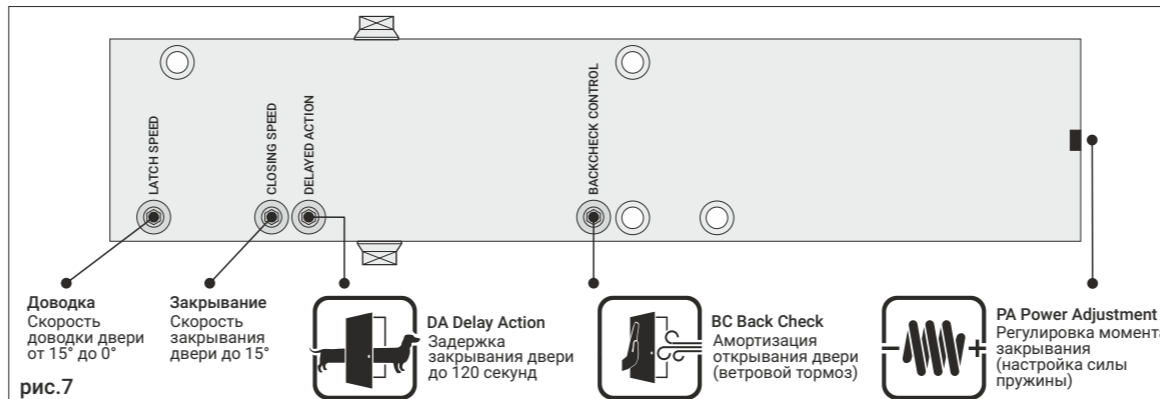
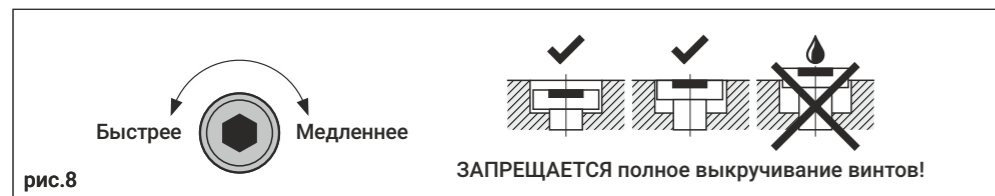

рис.7
рис.8
6. Отрегулируйте скорости «закрывания» и «доводки», не открывая дверь более, чем на 70°, рис.7. Поворот винта по часовой стрелке замедляет скорость, против часовой стрелки - увеличивает скорость закрывания, рис.8.
7. Отрегулируйте опцию DA «задержки закрывания», рис.7, рис.9. Поворот винта по часовой стрелке увеличивает время задержки закрывания, против часовой стрелки - уменьшает, рис.8.
8. Отрегулируйте опцию BC «амортизации открывания», рис.7, рис.9. Поворот винта по часовой стрелке увеличивает сопротивление открыванию, против часовой стрелки - уменьшает, рис.8. ! Винты регулировки скоростей не должны выступать за плоскость тела доводчика, рис.8.
5. НЕ ДОПУСКАЕТСЯ полное выкручивание винтов «закрывания», «доводки», «задержки закрывания» и «амортизации открывания»! Полное выкручивание винтов регулировки приводит к разгерметизации доводчика, вытеканию масла и потере работоспособности вследствие неправильной эксплуатации, рис.8.